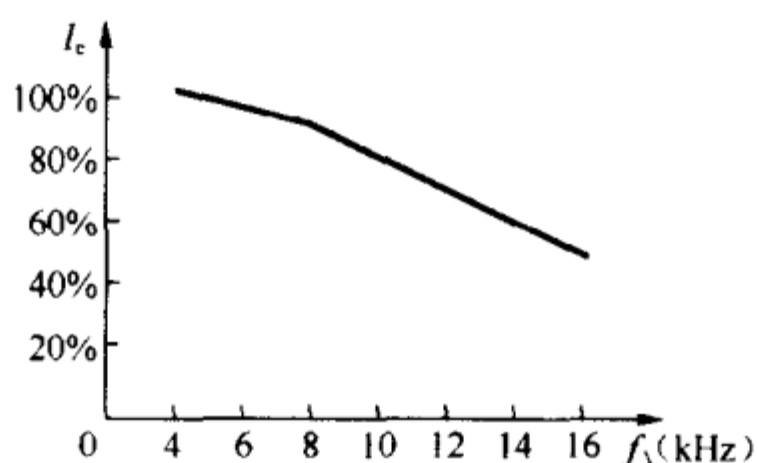

图 21 载波频率对输出电流的影响
(1) 载波频率对变频器输出电流的影响。
① 运行频率越高，则电压波的占空比越大，电流高次谐波成分越小，载波频率越高，电流波形的平滑性越好。
② 载波频率越高，变频器的允许输出电流越小，如图 21 所示。